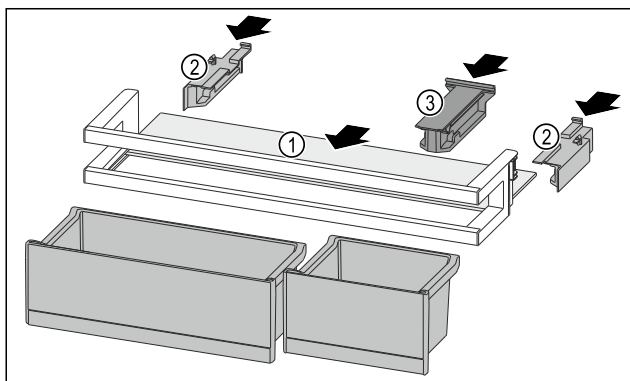

Fig. 93
- Вкарайте рафта Fig. 93 (1) в страничните прорези.
- Поставете страничните части Fig. 93 (2).
- Поставете задържащата част Fig. 93 (3).